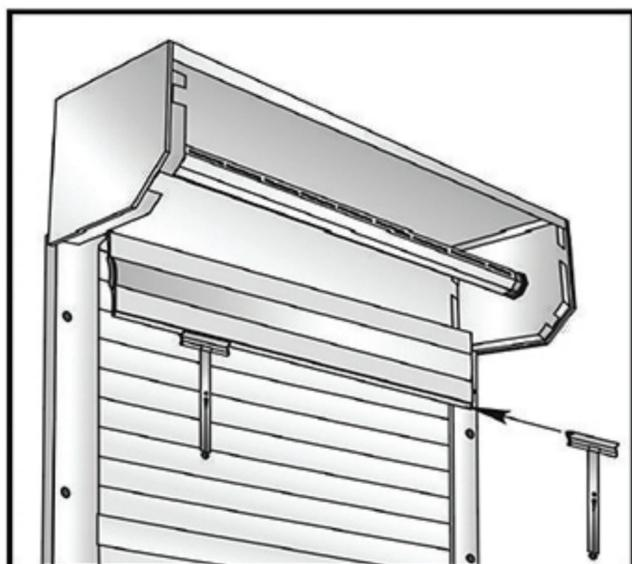

рис.1
1. Установить тяговые пружины (рис. 1)